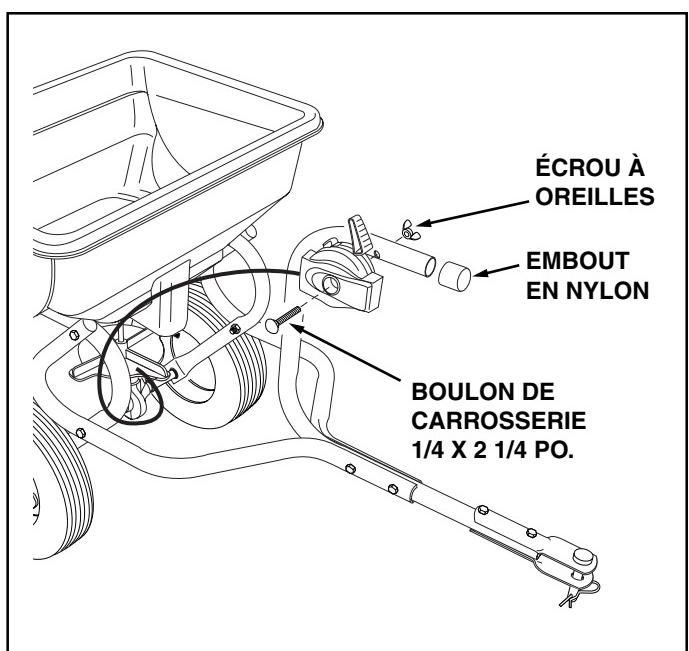

FIGURE 4
6. Montez l'embout en vinyle sur le tube de commande de l'attelage. Voir la Figure 4.
7. Fixez le câble de commande au tube de commande de l'attelage en utilisant le boulon de carrosserie de $1/4 \times 2 \frac{1}{4}$ po. et l'écrou à oreilles en nylon. Voir la Figure 4.